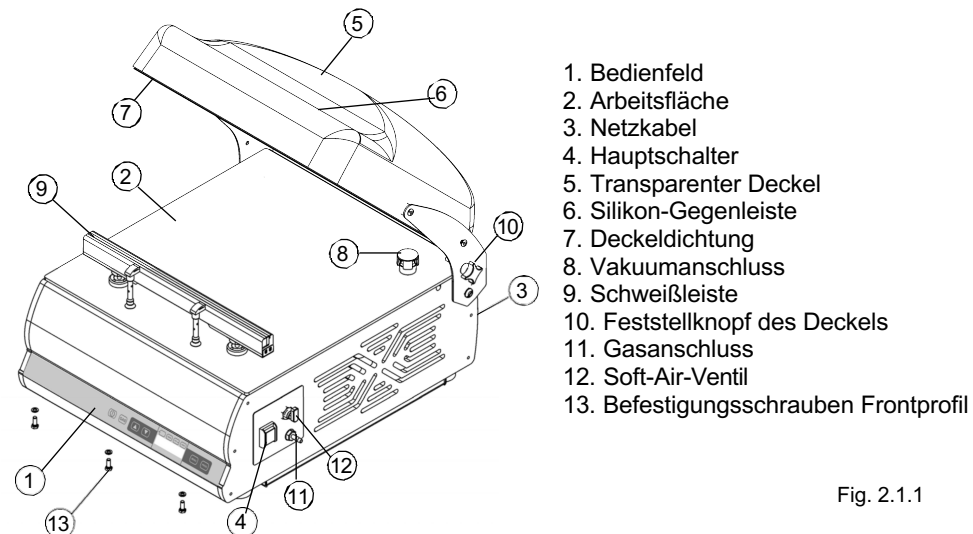

Fig. 2.1.1
- Stellen Sie den Hauptschalter (Pos. 4, Abb. 2.1.1) auf ON.
- Schließen Sie den Vakuumanschluss (Pos. 8, Abb. 2.1.1).
Zur Erleichterung des Verständnisses des Handbuchs sind die Hauptteile des Geräts nachstehend aufgeführt und in Abb. 2.1.1 dargestellt.